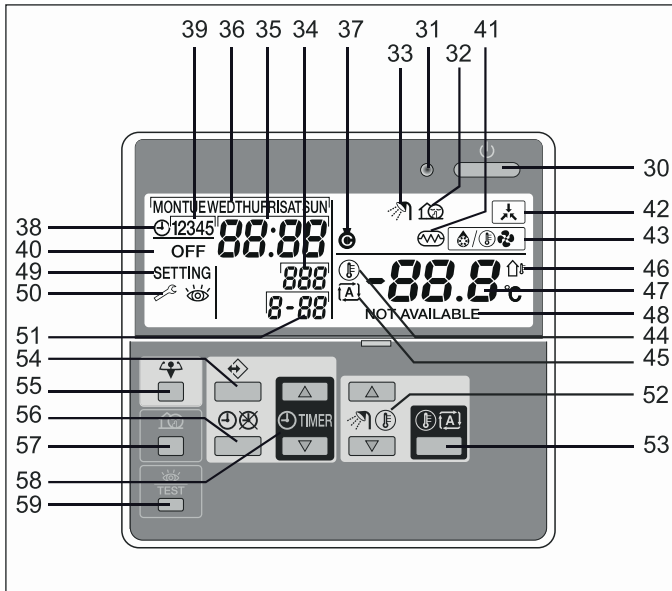

Bild 6-1 Anzeige- und Bedienelemente der Regelung -
- Im Anzeigefeld (Bild 6-1, Pos. 34) wird die Fühlernummer 001 angezeigt.